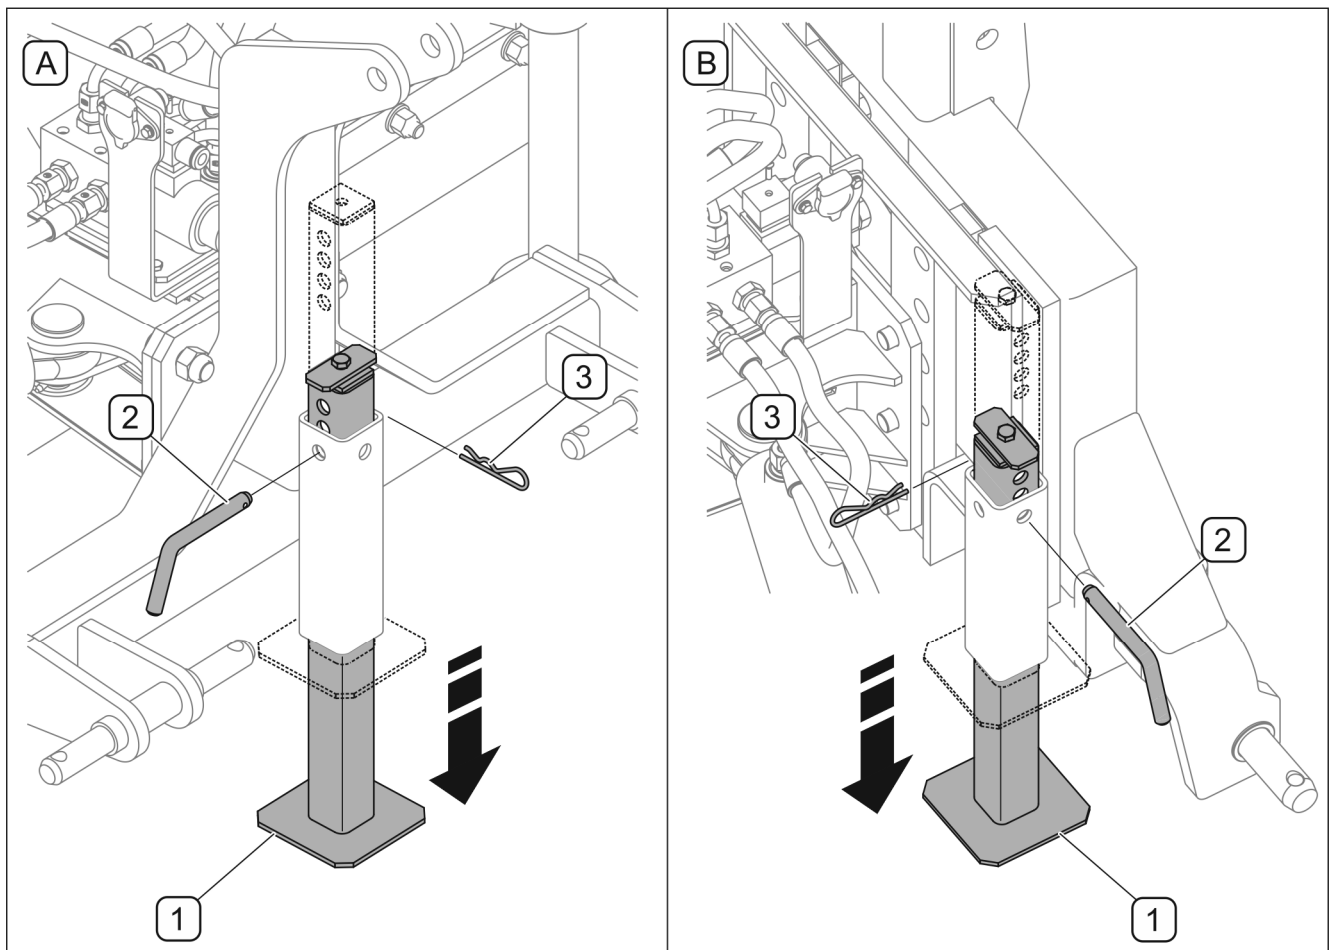

ABBILDUNG 4.5 Anheben des Stützfußes
- Mit dem Schlepper heranzufahren und die Unterlenker der Dreipunkthydraulik den unteren Punkten (A) bzw. (B) (*je nach Kategorie der Dreipunkthydraulik*) der Pflugaufhängung näher bringen.
- Die unteren Punkte (A) oder (B) (*je nach Kategorie der Dreipunkthydraulik*) der Pflugbefestigung mit den Unterlenkern des Trägerfahrzeugs verbinden.
- Den Oberlenker oder die „Zentralkupplung“ mit dem oberen Befestigungspunkt (A) oder (B) verbinden und sichern.
- Den Standfuß anheben und mit dem Stift und Splint sichern (ABBILDUNG 4.5).
- Den Ausleger absenken und den Rahmen so nach unten drehen (A), dass sich die Befestigungspunkte am Schnellkupplungsrahmen unterhalb der Befestigungshaken am Pflug befinden;
- Den Ausleger (B) so anheben, dass sich die Befestigungspunkte in den Haken des Pfluges befinden und durch Steuern des Auslegers des Laders den Rahmen nach hinten bewegen (C), bis der Schnellkupplungsmechanismus einrastet;
- Den Stützfuß anheben (ABBILDUNG 4.5);
Beim Anheben des Stützfußes (ABBILDUNG 4.5) ist wie folgt vorzugehen: